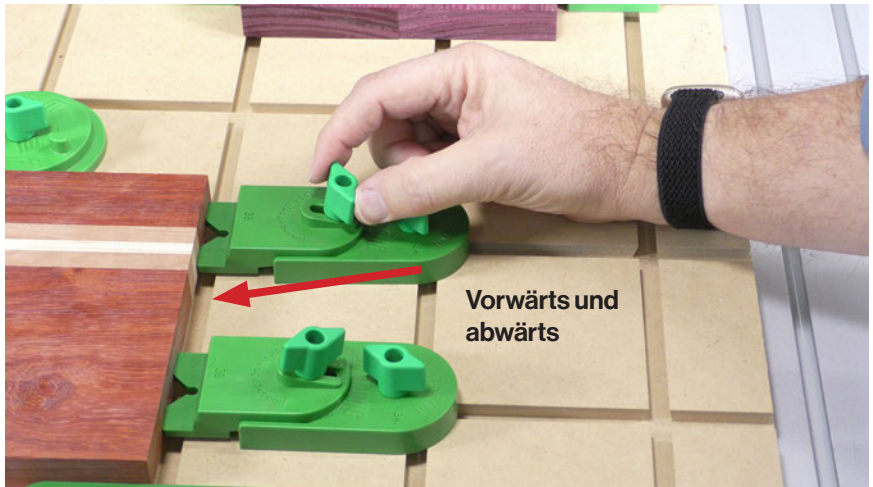

Fig 5a - Montage der Ramp Clamp
- 5.2.** Die Ramp Clamps der Microjig nutzen unsere Dovetail-Hardware, um alle Einstellungen und Anpassungen schnell und einfach ohne Werkzeug durchführen zu können. (Fig 5a)